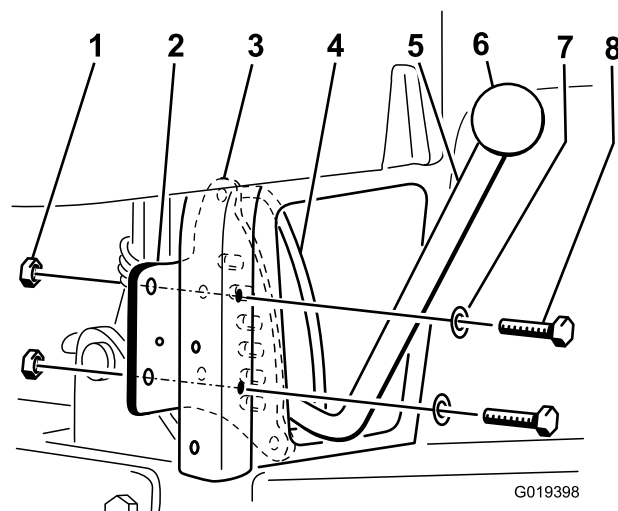

Figura 3
Nota: La palanca debe pasar entre la placa de retención y la guía de la palanca (Figura 3).
7. Instale la placa de retención en la parte trasera del tubo vertical derecho del bastidor trasero con 2 pernos (5/16 x 2-1/4 pulgadas), 2 arandelas y 2 contratuercas (5/16 pulgada) (utilice las arandelas y las contratuercas retiradas en el paso 4). Posicione las piezas según se muestra en Figura 3.
8. Enrosque el pomo en la palanca de elevación (Figura 3).